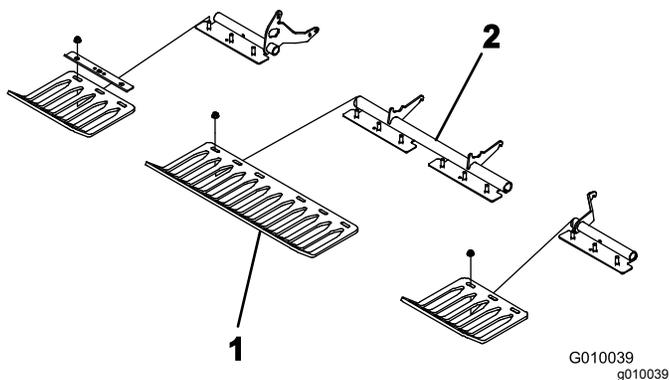

**Figura 23**
3. Monte um suporte de dente em cada braço de dente com 3 parafusos ( $\frac{1}{2}$  pol. x  $1\frac{1}{4}$  pol.) (Figura 23). Aperte os parafusos com 101,6 N·m.